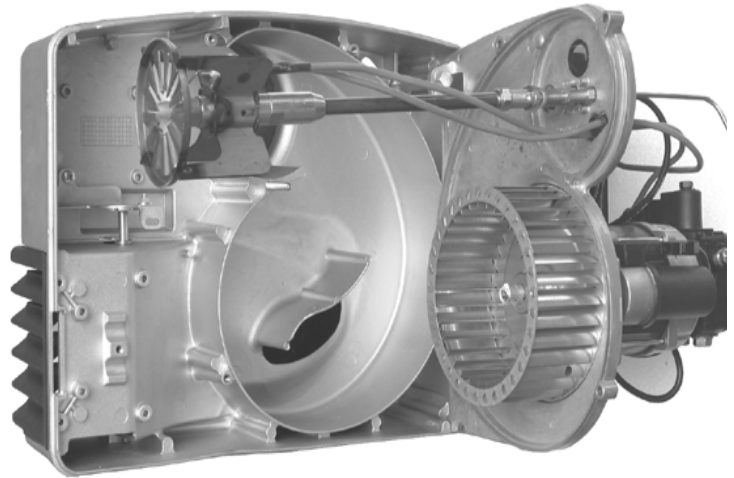

Fig. 20
- 4 Asezati placa sasiu in unul din modurile ilustrate in Fig. 20 pentru a usura operatiunile de intretinere ;